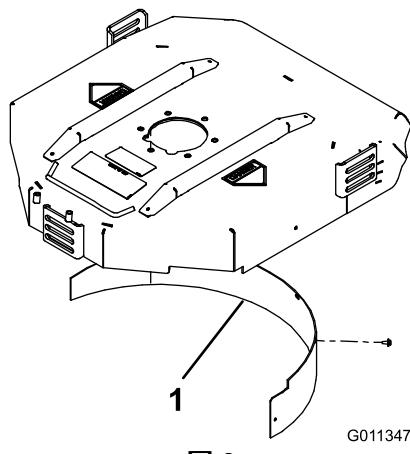

図9
2. 後部の取り付け穴にマルチングバッフルを取り付け、フランジヘッドボルト5本で固定する図9。